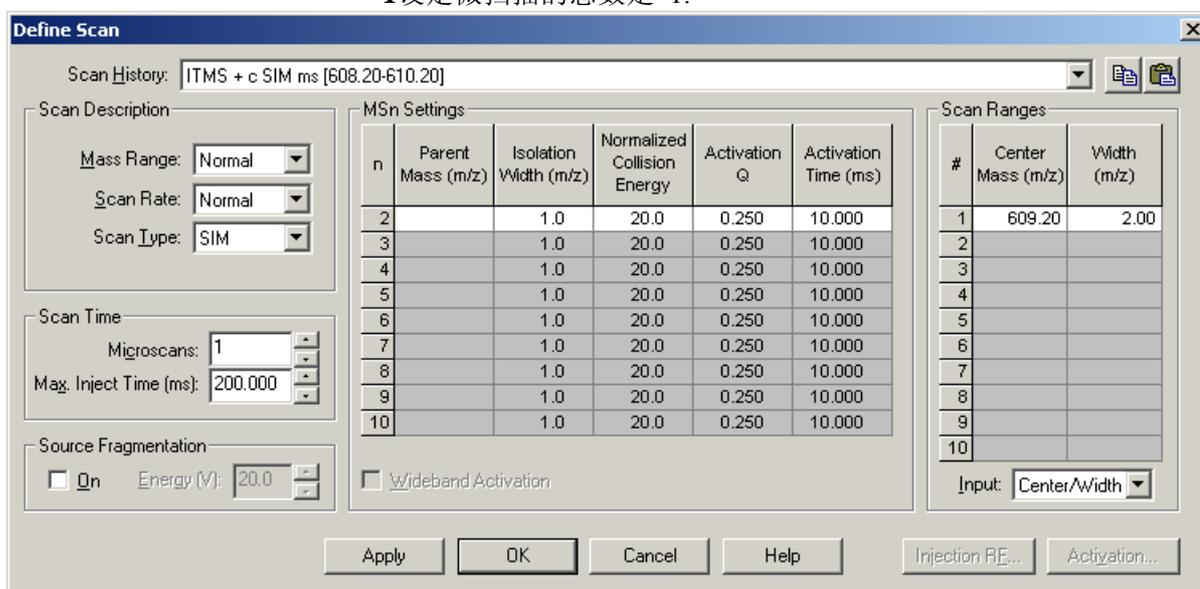

图7—4 Define Scan 对话框,图中所示是APCI/MS的常规设置
- 在Control/Scan Mode（仪器设置）工具栏点击Define Scan 钮打开Define Scan 对话框。看图 7—4（如果你的对话框与图中所示不同，可能是因为没有显示高级设置，你可以按如下打开高级设置：在 Tune Plus窗口, 选 **ScanMode**, 再点 *Advanced Scan Features* 选定高级设置。